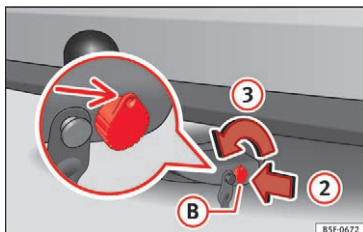

Fig. 231 Oplåsning af lås
- Stik nøglen **(B)** ind i låsen i pilens retning **(2)** » Fig. 231.